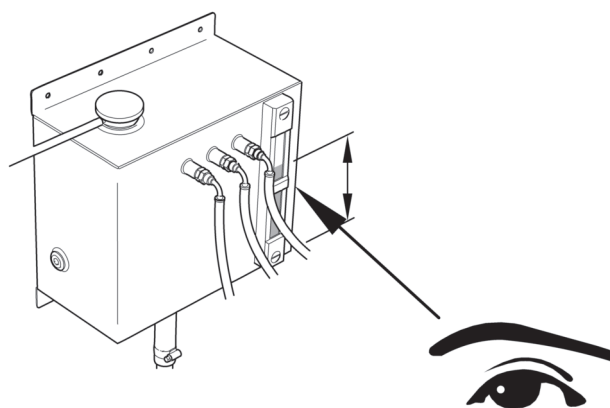

Figura 35
- 8 Controllare il livello del refrigerante dal vetro spia (figura 35).